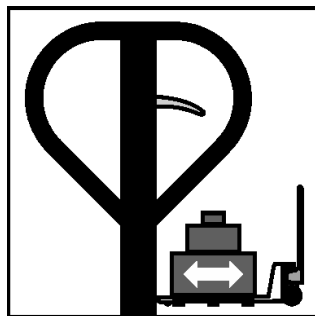

Fig. 9 – Transportando a carga
- c. Posicione a alavanca para cima para baixar a carga, conforme fig. 9.